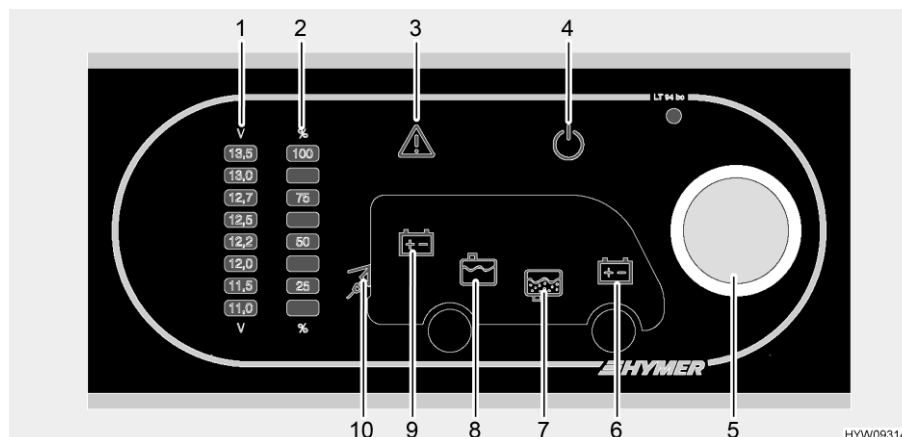

Fig. 96 Panel (LT 94)
El pulsador giratorio (Fig. 96,5) conecta y desconecta el panel y la alimentación de 12 V del habitáculo.
Conectar: ■ Presionar el pulsador giratorio (Fig. 96,5): La alimentación de 12 V del habitáculo está conectada. La luz de control de 12 V (Fig. 96,4) se enciende.
Desconectar: ■ Presionar el pulsador giratorio (Fig. 96,5): La alimentación de 12 V del habitáculo está desconectada. Se apaga la luz de control de 12 V (Fig. 96,4).
A través del pulsador giratorio (Fig. 96,5) se puede consultar tanto la tensión de la batería del habitáculo como la tensión de la batería del motor de arranque. La tensión es indicada en la escala indicadora de la tensión de batería (Fig. 96,1).
- Girar el pulsador giratorio (Fig. 96,5) hasta que esté iluminado el símbolo de la batería para la cual se habrá de consultar la tensión.
Se indica la tensión de la batería del habitáculo (Fig. 96,9)
Se indica la tensión de la batería del motor de arranque (Fig. 96,6)
- Leer la tensión en la escala indicadora Tensión de batería (Fig. 96,1). Las tablas siguientes ayudarán a interpretar correctamente la tensión de batería visualizada.
A través del pulsador giratorio (Fig. 96,5) se puede consultar tanto el nivel de llenado del depósito de agua como el nivel de llenado del depósito de aguas residuales. El nivel de llenado es indicado en la escala indicadora Nivel de llenado del depósito (Fig. 96,2).
- Girar el pulsador giratorio (Fig. 96,5) hasta que esté iluminado el símbolo del depósito para el cual se habrá de consultar el nivel de llenado.
Se indica el nivel de llenado del depósito de agua (Fig. 96,8)
Se indica el nivel de llenado del depósito de aguas residuales (Fig. 96,7)
- Leer el nivel de llenado la escala indicadora Nivel de llenado del depósito (Fig. 96,2).
La luz de alarma Alarma (Fig. 96,3) parpadeará tan pronto se sobrepase o se quede abajo de valores límite definidos.
La luz de alarma Alarma (Fig. 96,3) parpadeará tan pronto la tensión de la batería quede abajo de 11 V. En caso de que esté conectada la alimentación de 12 V, adicionalmente estará iluminado el símbolo de batería correspondiente (Fig. 96,6 ó 9), y la indicación "11,0" de la escala indicadora Tensión de batería (Fig. 96,1) parpadeará. Amenaza de descarga completa.
La luz de alarma Alarma (Fig. 96,3) parpadeará y el símbolo del depósito correspondiente (Fig. 96,7 ó 8) estará iluminado tan pronto esté vacío el depósito de agua o lleno el depósito de aguas residuales.
Se enciende la luz de control de 230 V (Fig. 96,10) cuando hay tensión de red en la entrada del bloque eléctrico.